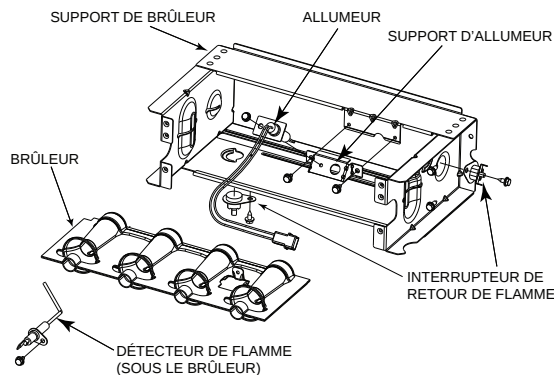
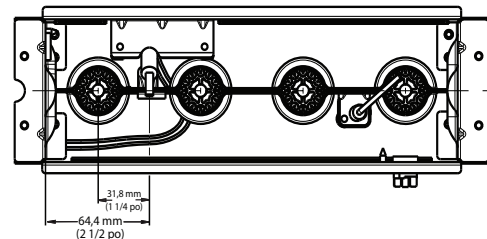
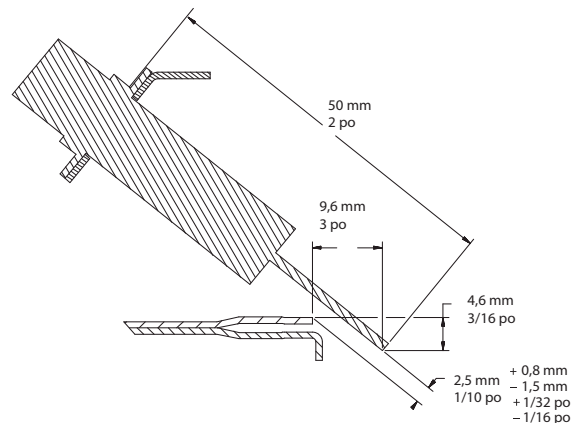

Fig. 66 – Ensemble du brûleur
Fig. 67 – Position de l'allumeur – vue du haut
Fig. 68 – Position de l'allumeur – vue latérale
Consultez le Fig. 66.
8. Vérifiez l'alignement de l'allumeur. Consultez la Fig. 67, la Fig. 68 et la Fig. 66.
Il n'est **PAS** nécessaire de procéder à une inspection annuelle de l'allumeur. Vérifiez la résistance de l'allumeur avant son retrait. Consultez la Fig. 67, la Fig. 68 et la Fig. 66.
- a. À l'aide d'un tournevis 1/4 po (6 mm), retirez les deux vis qui fixent le support de fixation de l'allumeur à l'ensemble du brûleur (consultez la Fig. 66).
7. Rebranchez le faisceau de l'allumeur sur l'allumeur en disposant les fils de façon à vous assurer qu'il n'y a aucune tension sur l'allumeur lui-même. Consultez la Fig. 66.